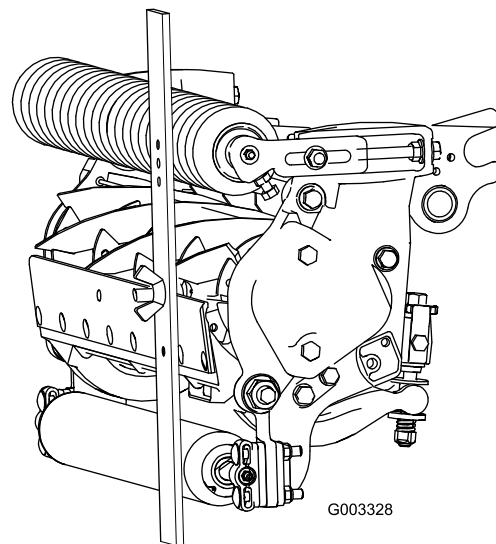

Figure 24
3. Accrochez la tête de la vis sur le bord tranchant de la contre-lame et appuyez l'arrière du gabarit contre le rouleau arrière (Figure 24).
4. Tournez la vis de réglage jusqu'à ce que le rouleau avant touche le gabarit (Figure 24). Réglez les deux extrémités du rouleau jusqu'à ce que celui-ci soit parfaitement parallèle à la contre-lame.